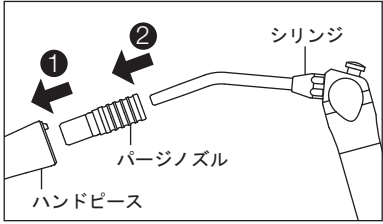

図8
- 4) ハンドピース後部にパージノズルをカチッと音がし、固定されるまで挿し込みます(図8①)。
- 5) シリンジまたはエアガンをパージノズルに挿し込み、30秒以上エアを噴射しハンドピース内の余剰なオイルを排出してください(図8②)。